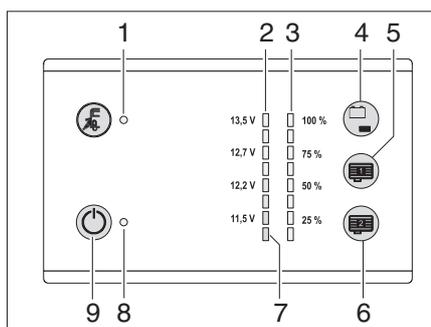

Fig. 91 Panneau de contrôle LT 101 / LT 102
Le niveau de remplissage du réservoir d'eau peut être interrogé avec le champ de détection du capteur (Fig. 91,4).
- Toucher le champ de détection du capteur (Fig. 91,4): le niveau de remplissage du réservoir d'eau est affiché en quatre niveaux avec les DEL (Fig. 91,3) (25 % à 100 %).
La DEL d'avertissement rouge (Fig. 91,7) clignote dès que la charge de la batterie de cellule descend en dessous de 11 V (mesurée en marche) et qu'il y a risque de décharge profonde de la batterie.
Avec le champ de détection du capteur (Fig. 91,4), on peut interroger l'état de charge de la batterie de cellule.
Affichages: ■ Toucher le champ de détection du capteur (Fig. 91,4): L'état de charge de la batterie de cellule est affiché.
L'interrupteur principal 12 V (Fig. 91,9) établit ou coupe le panneau de contrôle et l'alimentation 12 V de la cellule.
Enclencher: ■ Toucher le champ de détection du capteur (Fig. 91,9): l'alimentation 12 V de la cellule est enclenchée. Le voyant de contrôle (Fig. 91,8) s'allume en vert.
Mise hors service: ■ Toucher à nouveau le champ de détection du capteur (Fig. 91,9): l'alimentation 12 V de la cellule est coupée. Le voyant de contrôle 12 V (Fig. 91,8) s'éteint.
- ▷ Si la DEL d'avertissement de décharge profonde (Fig. 91,9) clignote, l'alimentation ne peut pas être enclenchée, la tension de batterie étant trop faible.